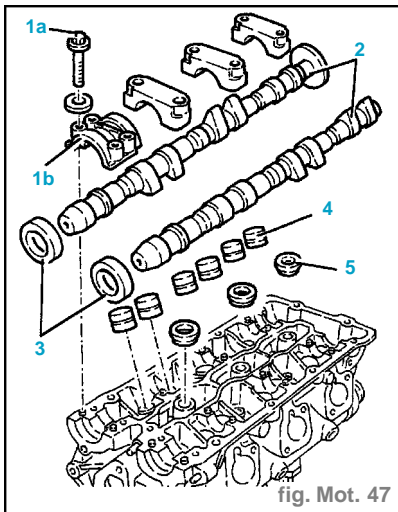
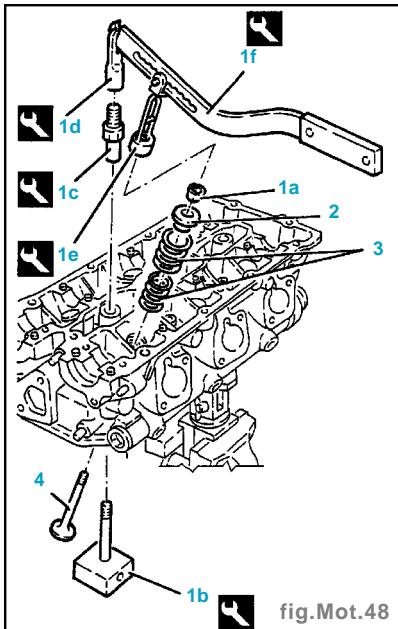
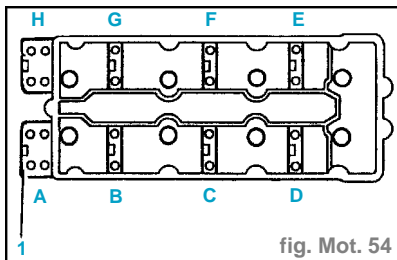

fig. Mot. 47
fig. Mot. 48
fig. Mot. 54
- Desserrer les vis (1a) puis déposer les supports des arbres à cames (1b) (fig. Mot. 47).
- Déposer les arbres à cames (2).
- Déposer les bagues d'étanchéité avant des arbres à cames (3).
- Déposer les poussoirs hydrauliques (4).
- Déposer les joints au niveau des logements des bougies (5).
- Déposer les demi-cones (1a) en utilisant les outils (1b), (1c), (1d), (1e) et (1f) (fig. Mot. 48).
- Monter les supports des arbres à cames sur la culasse en fonction de la séquence indiquée sur la figure (1) (fig. Mot.54).
- Monter les soupapes (4) du cylindre examiné et le soutenir à l'aide des outils (1b) et (1c) (fig. Mot. 48).
- Monter les ressorts des soupapes (3).
- Monter les coupelles supérieures des soupapes (2).
- Monter les joints au niveau des logements des bougies (5) (fig. Mot. 47).
- Monter les poussoirs hydrauliques (4).
- Monter les supports des arbres à cames au niveau de la culasse en fonction de la séquence reportée sur la figure (1) (fig. Mot. 54).